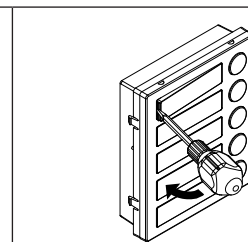

Fig. 9
- Fare leva con il cacciavite come mostrato in **Fig. 9** per rimuovere il porta-cartellino (fare attenzione a non ammaccare la placca);